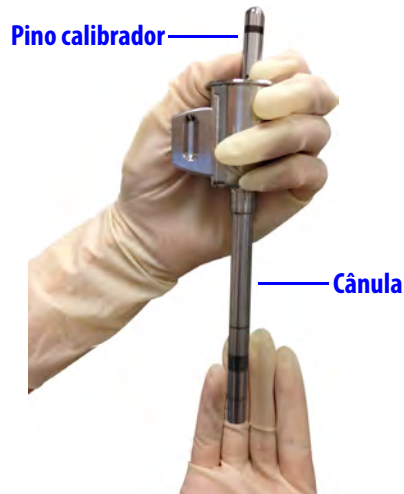

Figura 11.8 Processo de inspeção
2. Use o polegar e o dedo indicador da mesma mão para segurar o pino calibrador acima da concavidade da cânula (Figura 11.8).